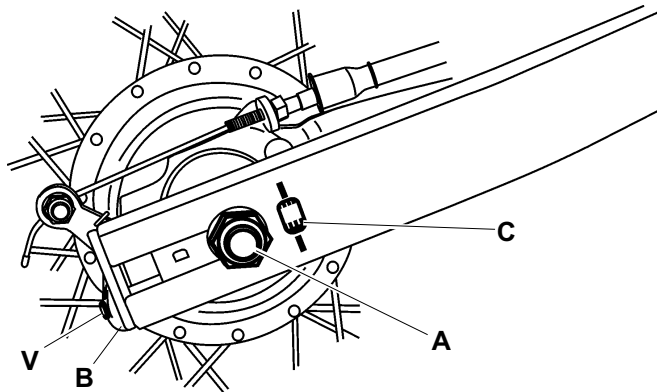

Fig. 11
Per la regolazione, lasciando il Grizzly nelle condizioni prima descritte, allentare i dadi A (SX-DX) del perno ruota; regolare il tensionamento della catena utilizzando i due tendicatena (Fig. 11 Rif. B) svitando o avvitando la vite V di registro con una chiave a brugola.
Zum Einstellen der Spannung den Grizzly in der zuvor beschriebenen Stellung belassen und die Muttern A (links und rechts) des Radzapfens lockern; die Spannung der Kette mit Hilfe von zwei Kettenspannern einstellen (B, Abb. 11), indem die Stellschraube V mit einem Inbusschlüssel gelockert oder fester angezogen wird.
Adjustment procedure: leaving Grizzly in the conditions described above, loosen nuts A (LH-RH) of the wheel pin; adjust chain tension, using the two chain tensioners (Ref. B – Fig.11), unscrewing and screwing adjusting screw **V** with an Allen spanner.
*Pour le réglage, en laissant le Grizzly dans les conditions susmentionnées, desserrer les écrous A (GAUCHE-DROITE) de l'axe de la roue ; régler la mise en tension de la chaîne à l'aide des deux tendeurs de chaîne (Fig. 11 Réf. B) en desserrant ou en serrant la vis **V** de registre à l'aide d'une clé mâle pour vis à six pans creux.*
Para regularla, dejando el vehículo en la posición antes descrita, aflojar las tuercas A (IZQ-DER) del eje de la rueda; regular el tensado de la cadena utilizando los dos tensores (Fig. 11 Ref. B) aflojando o apretando el tornillo de ajuste **V** con una llave Allen.